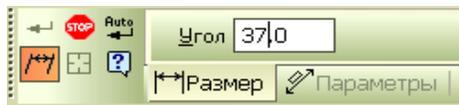

Рисунок 54. Задание угла наклона линий-выносок.
6. После фиксации размерной линии нажмите кнопку «*Наклонить размер*» на панели специального управления. При этом на панели свойств должно отобразиться поле *Угол* для задания угла наклона (рис. 54).